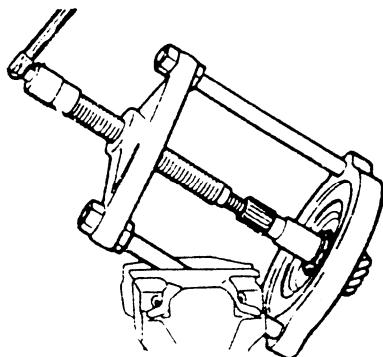

图 4-114 拆卸驱动小齿轮后轴承内座圈
(10) 拆卸驱动小齿轮后轴承内座圈时, 如图 4-114 所示, 用工具#D-914-P 压床、#D-914-9 接环、#C-293-39 接头组来拆卸驱动小齿轮后轴承内座圈。注意挡板或卡环皆属驱动小齿轮垫片之一部分, 组合时保持总成的完整。